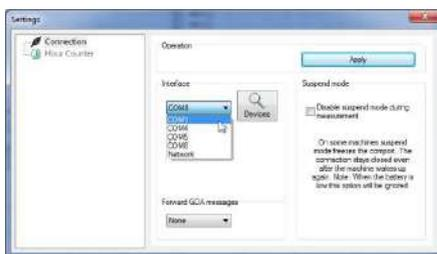

Fig. 27: Ventana settings
1. En el diálogo (Fig. 27), clicke en el botón “Devices”.